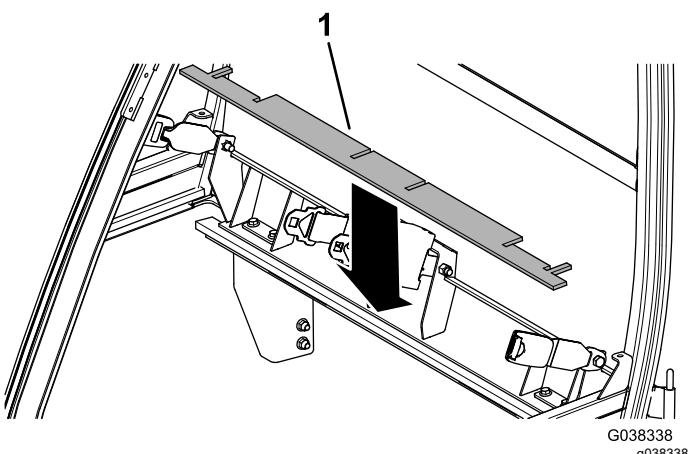

Figure 14
9. Installez le joint en mousse supérieur arrière (Figure 14).